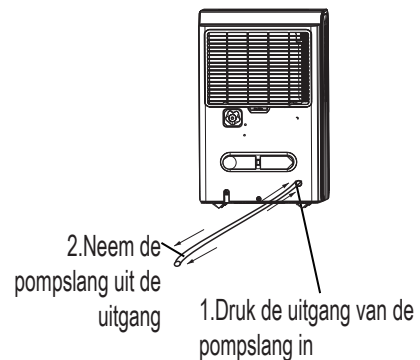

Fig. 13
- Druk de uitgang van de pompslang in en neem de pompslang uit de uitgang (zie Fig. 13). Zorg ervoor dat het water in de pompslang niet op de vloer druppelt.